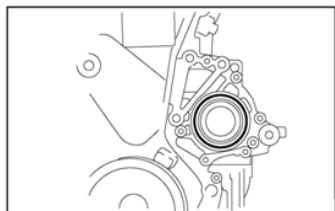

Рис. II-113
14. Установите новое уплотнительное кольцо водяного насоса (см. Рисунок II-113).